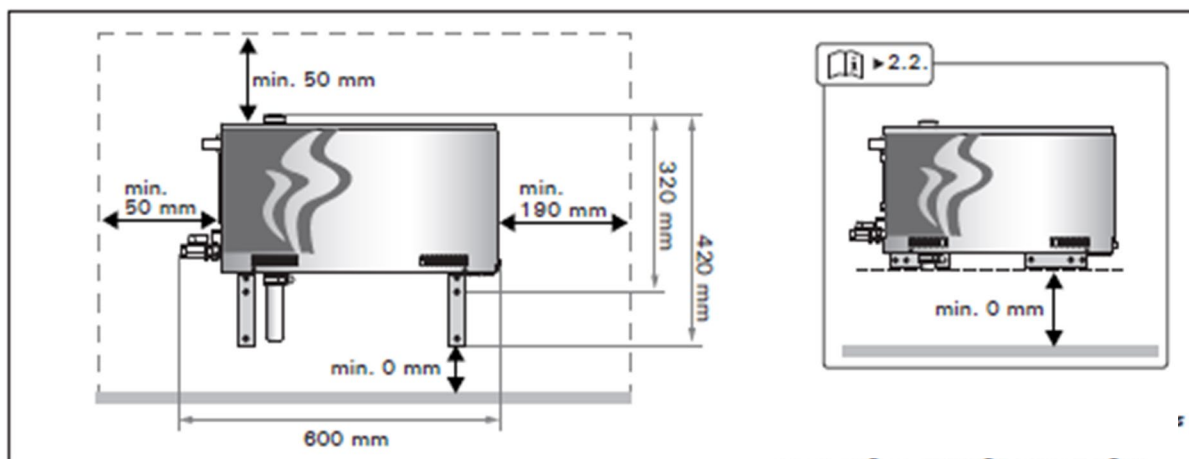

Figura 5: Dimensiuni de instalare
- La locul de instalare a generatorului de abur să existe dimensiunile de siguranță minime indicate în Figura 5. Locul de instalare să corespundă celorlalte condiții menționate la punctul 2.2.